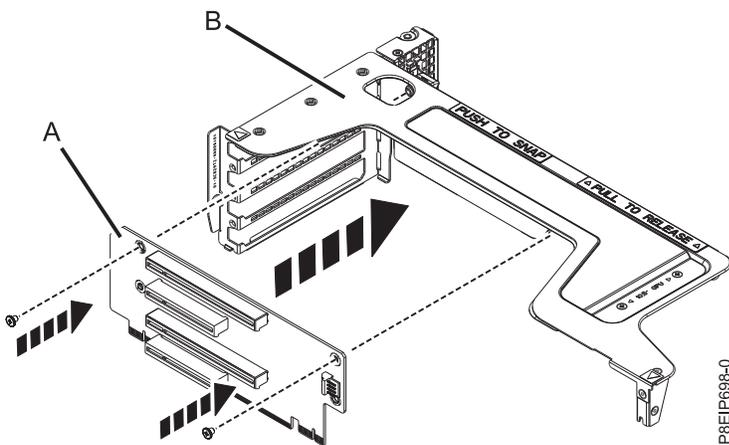

Abbildung 55. Riserkarte in den Positionen 5, 6, 7 und 8 wiedereinbauen
5. Wenn die Riserkarte für die Positionen 5, 6, 7 und 8 ausgetauscht werden muss, tauschen Sie sie an der Riserkartenhalterung aus. Tauschen Sie die zwei Schrauben aus, mit denen die Riserkarte an der Riserkartenhalterung befestigt ist (siehe Abb. 55).